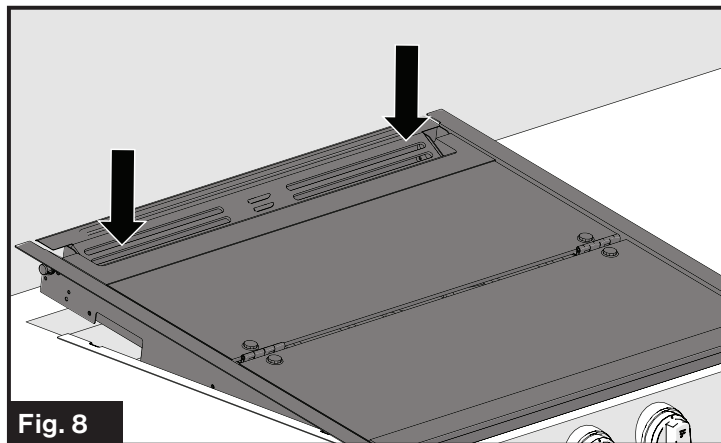
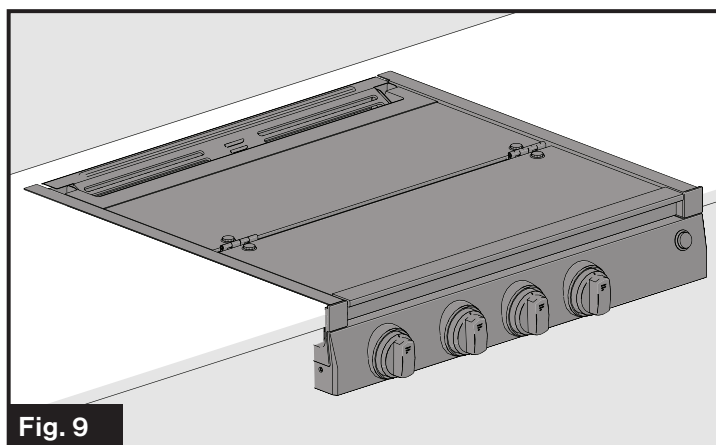

Fig. 8
Fig. 9
2. Presione la parte trasera de la cubierta superior de vidrio hasta que oiga un clic. La tapa superior de cristal ahora queda fija en su lugar. (Fig. 8 y Fig. 9)